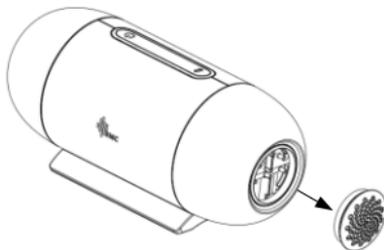

Abb. 19-1
- (1) Öffnen Sie die Luftfilterkappe, um den Luftfilter zu entfernen.
- (2) Setzen Sie den neuen Luftfilter in den Filterbereich ein, und bringen Sie dann die Filterkappe wieder richtig an, wie in Abb. 19-1 dargestellt.